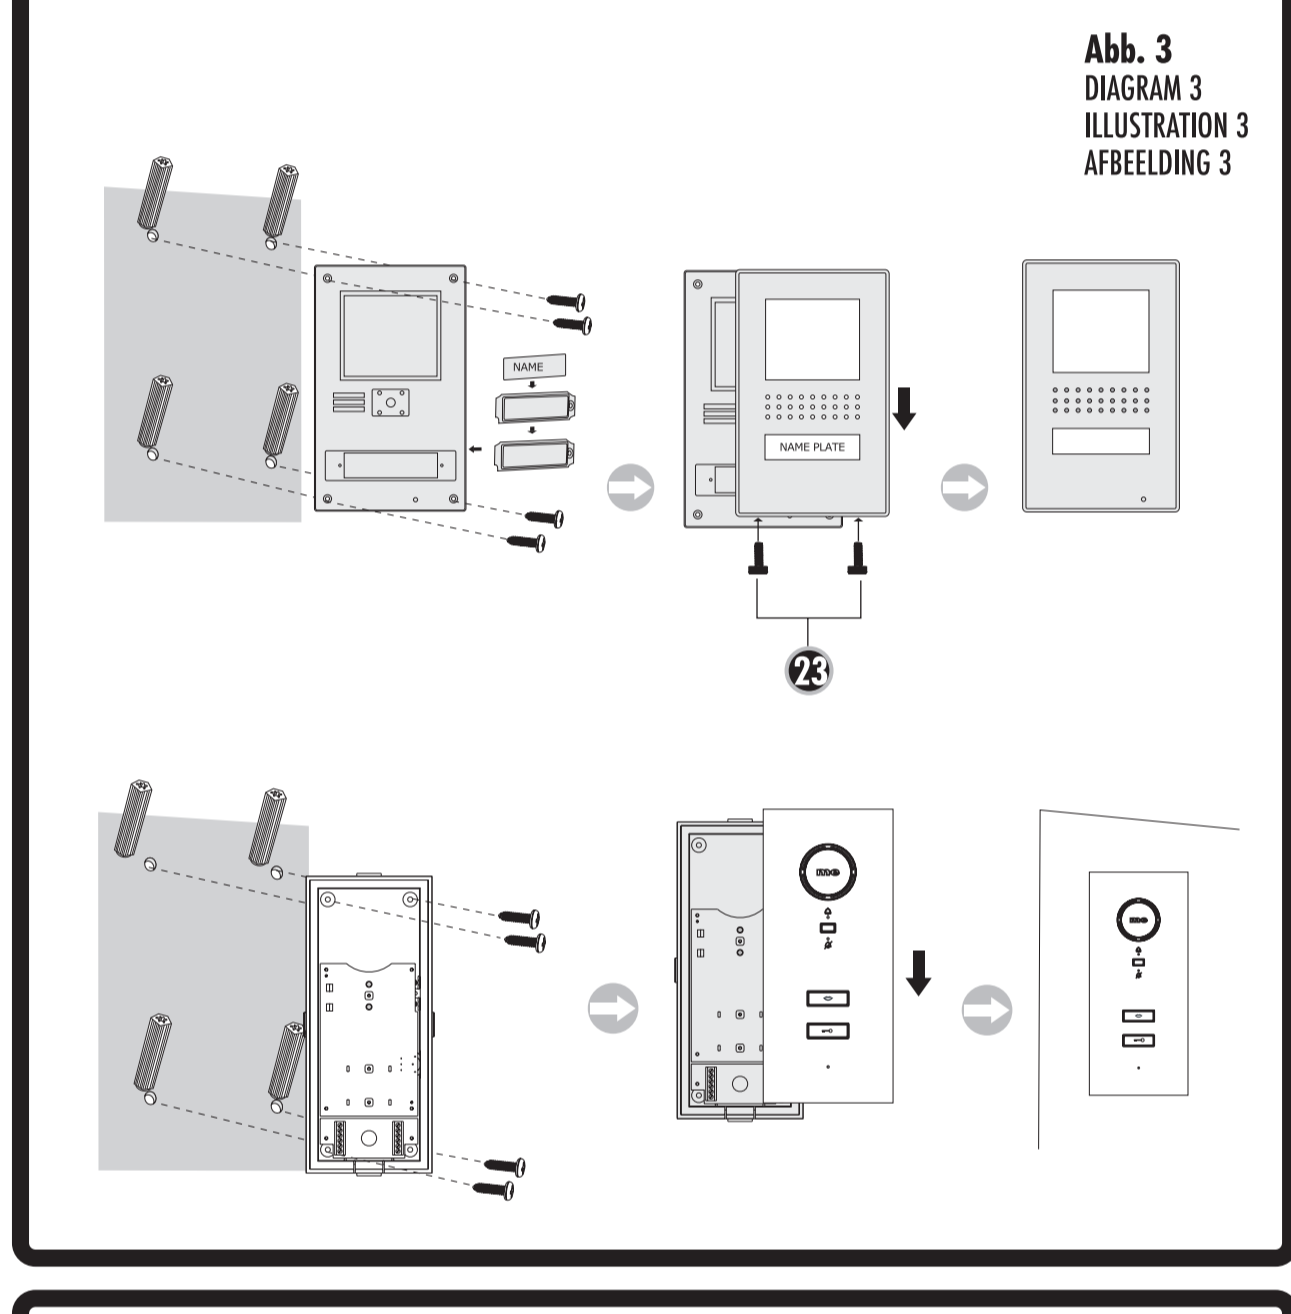

Abb. 4
Die Stromversorgung kann wahlweise an der Innen- und/oder Außenstation angeschlossen werden. Hierzu sind separate Schraubklemmen vorhanden. Es ist auch möglich, die Stromversorgung direkt an die Signalleitung anzuschließen, z.B. wenn alle Signalleitungen von Scherengestehten her zu den Außen- und Inneneinheiten gelegt werden. Ein Netzteil ist dann mit Masse und +15V zu verbinden, siehe auch Abb. 4.
2. Drehen Sie die beiden unteren Schrauben (23) heraus und heben Sie das Frontover vorsichtig nach vorne ab. Jetzt sind die vier Befestigungslöcher sichtbar.
5. Nachdem Sie die Leitungen an die Klemmleiste angeschlossen und die Klemmleiste auf die entsprechende Stiftreihe gesteckt haben (s. Abb. 4), schrauben Sie die Außeneinheit an der Wand fest.